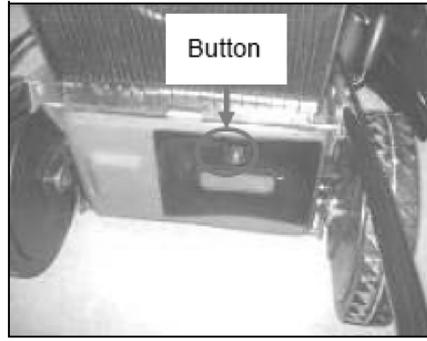

Fig.6A Fig.6B
2. Spingere il cono per trapuntatura nella fodera. Bloccare il cono per trapuntatura con il pulsante nell'apertura del coperchio. (Fig.6A/Fig.6B)